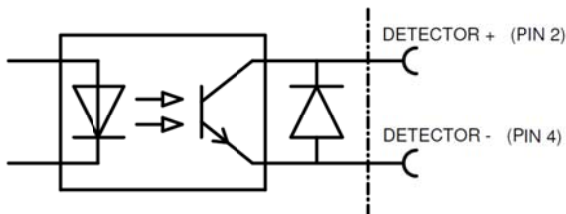

Abbildung 4, Anschlüsse am Perfomaster
- Schließen Sie das Netzteilkabel wie in Abbildung 4 dargestellt an.